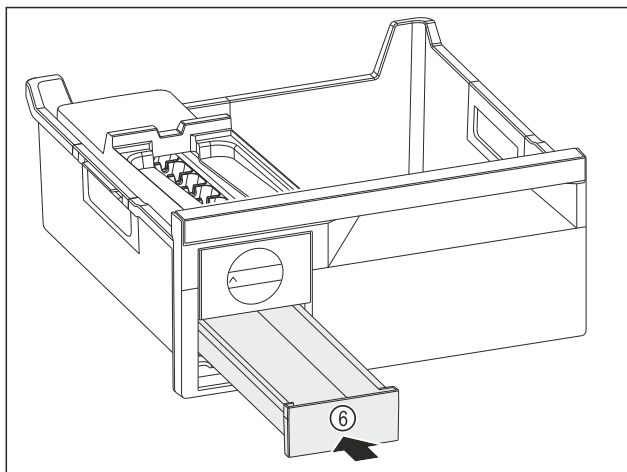

Fig. 136
- ▶ Intrați sertarul pentru cuburi de gheață Fig. 136 (6).